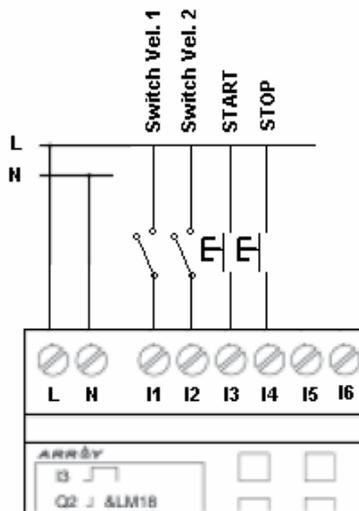

Figura. 6.41. Conexión de entradas
18. Conectar las entradas del PLC como se indica en la Figura 6.41: